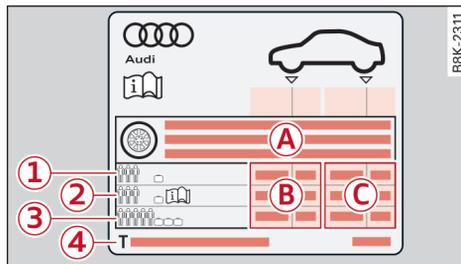

图 269 驾驶员车门前端：轮胎压力标贴
出厂时安装的轮胎以及应急车轮\*的正确胎压标出在一张标贴上。标贴 ⇨ 图 269 位于驾驶员车门的前端面上。
- ▶ 根据汽车装载情况从标贴 ⇨ 图 269 上读取正确的轮胎充气压力。
在本车上更改胎压或更换车轮后（由于从部分装载改为满载或从满载改为部分装载），必须在信息娱乐系统中重新存储胎压 ⇨ 第 196 页。轮胎充气压力显示系统只监控您存储的轮胎充气压力。关于车辆轮胎充气压力建议，请参见轮胎充气压力标贴 ⇨ 193 页，图 269。